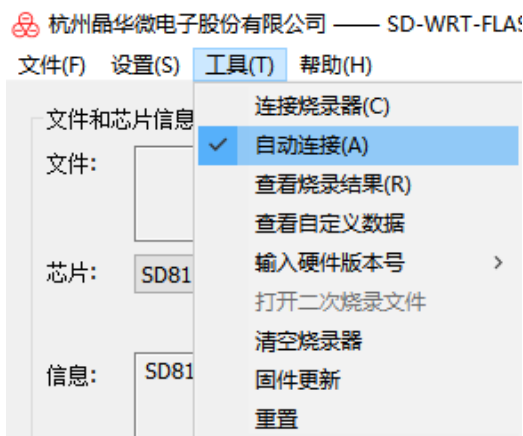

图 4.2.1 连接烧录器
如果自动连接失败，用户也可以通过“工具”菜单中的“连接烧录器 (C)”选项进行连接操作。如图 4.2.1 所示。